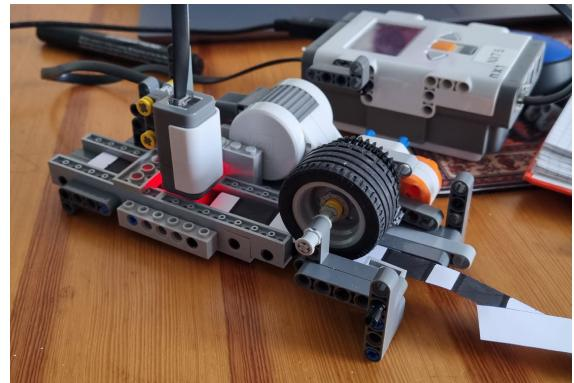

Abbildung 5. El-Mo-Apparat (Version 2)
*2) Konstruktion:* Für die zweite Konstruktion wurde ein NXT-Lichtsensor und ein NXT-Motor verwendet, wie in Abbildung 5 gezeigt wird. Der Motor dreht ein Rad, das den Morsecode-Streifen auf der dafür vorgesehenen Bahn unter dem Lichtsensor durchfährt. Um Probleme beim Auslesen des Streifens zu vermeiden, bewegt sich der Motor in bestimmten Abständen vor und zurück, um den Lichtsensor immer genau